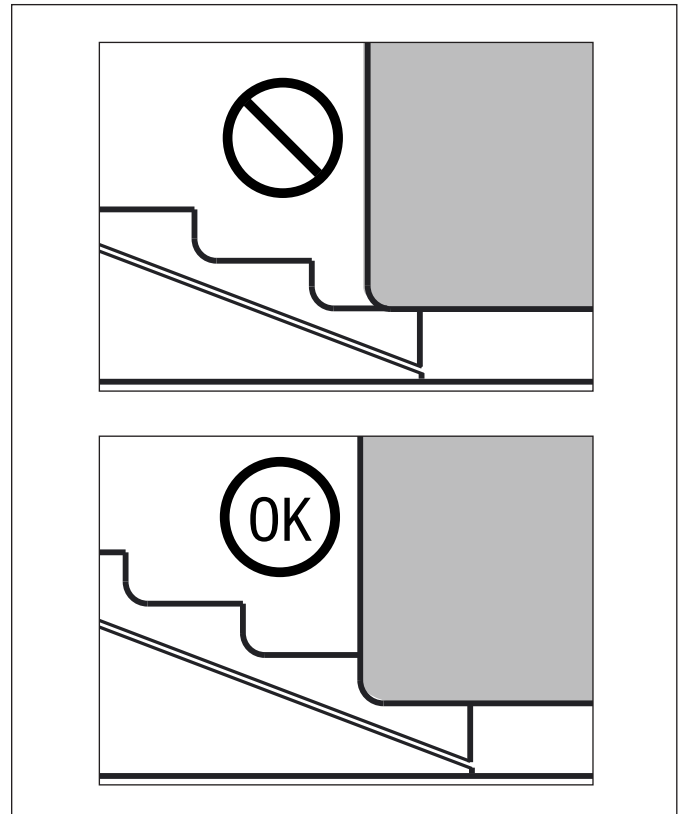

Figura 3, Introduciendo la cuña bajo carga
4. Coloque la cuña de elevación debajo del centro del objeto que se vaya a levantar. La mordaza de la cuña tiene una serie de escalones. El escalón que se ha de utilizar debe insertarse por completo en el hueco de acceso para que el talón del escalón esté en contacto con la superficie exterior del objeto que se va a levantar. Consulte la Figura 3.
5. Coloque la cuña de elevación debajo del centro del objeto que se vaya a levantar. La mordaza de la cuña tiene una serie de escalones. El escalón que se ha de utilizar debe insertarse por completo en el hueco de acceso para que el talón del escalón esté en contacto con la superficie exterior del objeto que se va a levantar. Consulte la Figura 3.